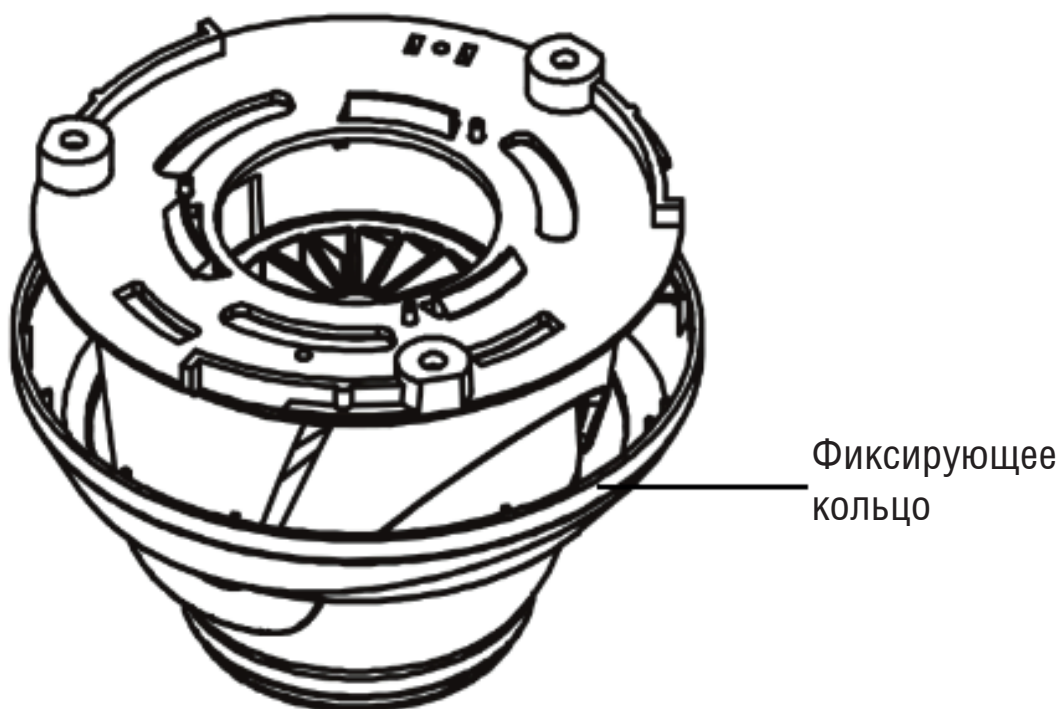

Рисунок 3
2. Подготовьте видеокамеру к установке – снимите фиксирующее кольцо, рисунок 3